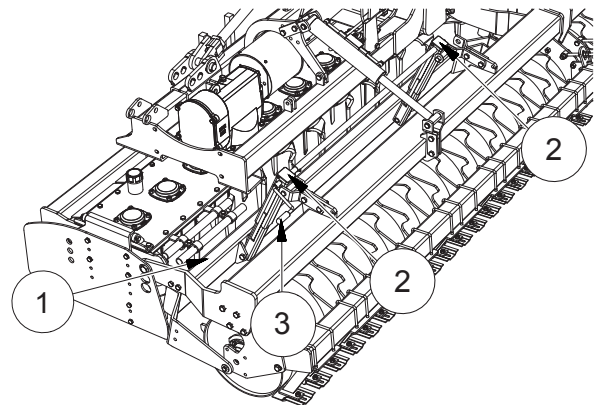

FIG. 34
Die Kreiselegge ist zur Ebnung oder Lockerung des Erdbodens mit einem Nivellierbalken ausgestattet (1, "Fig. 34"), der hinter den Zähnen montiert ist und dessen Höhe sich durch Kurbelschrauben verstellen lässt (2, "Fig. 34"). Es ist ratsam, die Arbeit mit der Planierschiene in hoher Position zu beginnen. Darauf die Position der Schiene regulieren, indem man die Kurbel (3) bis zur gewünschten Position dreht. Während der Einstellung diesen so genau wie möglich auf gleicher Höhe zum Erdboden halten.